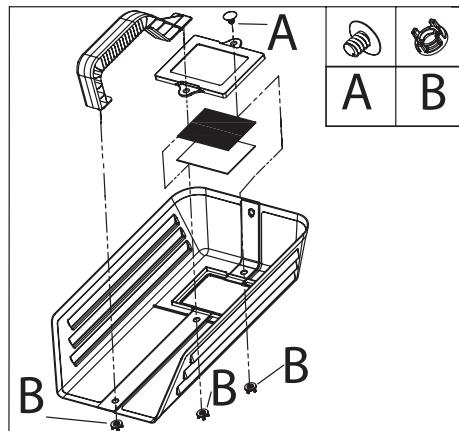

Fig.2
- Per assemblare lo schermo di protezione per il viso (FIG.2), collocare innanzi tutto lo schermo di protezione in plastica nell'apposita apertura fissandolo con le due viti di chiusura. Posizionare l'impugnatura fissandola nella fessura del corpo di protezione, premerla con forza e ruotarla di 90° fino a che non raggiunge il foro nel corpo di protezione.
Inserire il tubo di plastica del gas (fig. 2, Q) nel riduttore (spingerlo dentro per tutta